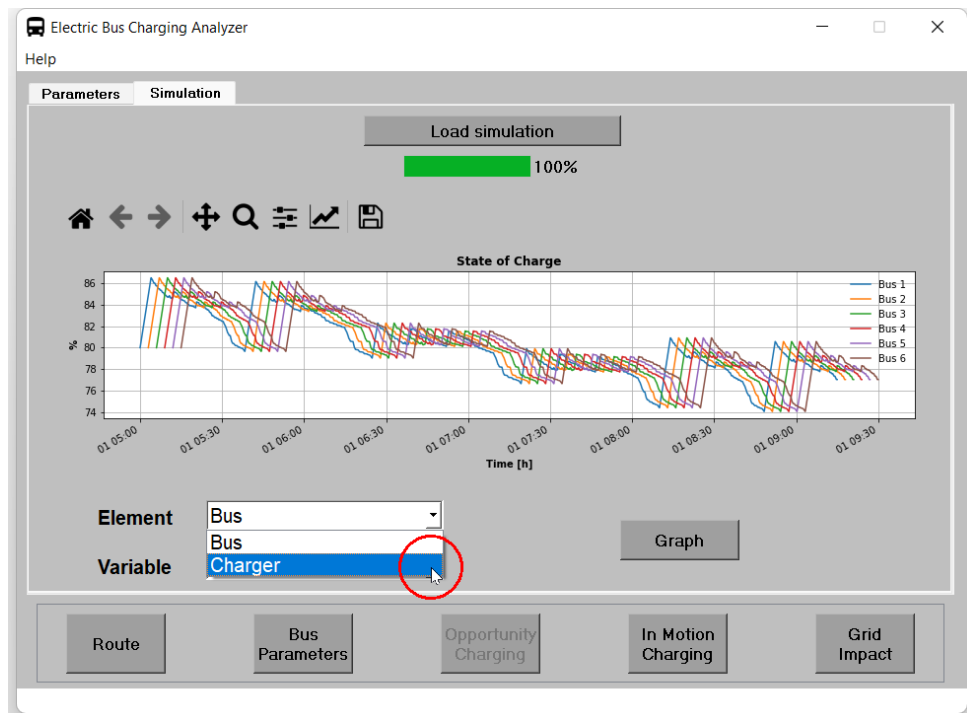

Figura 30: Cambiar elemento de simulación.
6. Luego, se selecciona el elemento Charger con en la figura 30.